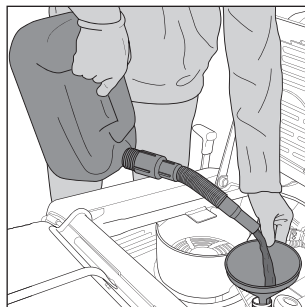

Рис. 20
- Залейте необходимое количество бензина, используйте воронку (в комплект поставки не входит), не допускайте пролива топлива (Рис. 20).